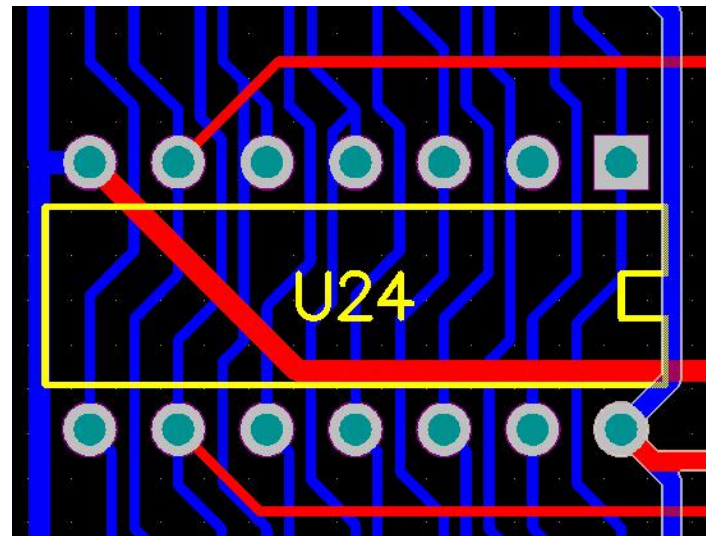

图1-56
- 当相邻面布线时，两面的导线宜相互垂直、斜交或弯曲走线，避免相互平行，以减小寄生耦合，如图1-56所示。